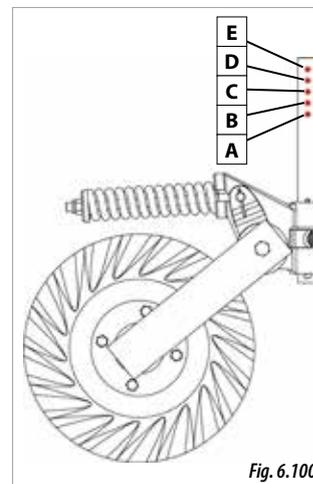
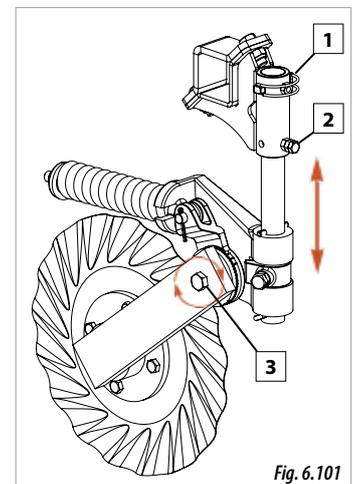

Fig. 6.100
Fig. 6.101
- 1- Sacar el pasador (1, Fig. 6.101).
- 2- Aflojar el tornillo (2, Fig. 6.101).
- 4- Colocar el pasador (1, Fig. 6.101) en el agujero deseado (Fig. 6.100) para fijar la posición.
- 5- Para finalizar, bloquear el vástago con el tornillo y la contratuerca (2, Fig. 6.101).
- 1- Aflojar el tornillo de sujeción de los discos (3, Fig 6.101).
- 3- Fijar el tornillo de fijación (3, Fig. 6.101).